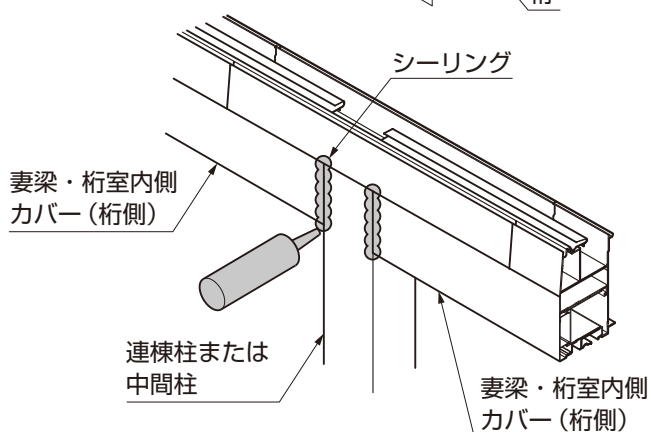

図12-8 連棟仕様・中間柱仕様
- ①妻梁・桁室内側カバーを妻梁と桁外レールにはめ込んで、【1-11】で取付けてください。
- ②連棟仕様または中間柱仕様の場合、柱と妻梁・桁室内側カバーの継ぎ目にシーリングしてください。（図12-8参照）